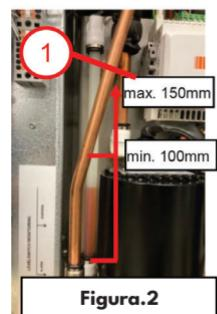

Figura.2
- Se il livello del refrigerante è al di sotto del livello di avviso (Figura.2 n.1), riempি il refrigerante secondo le istruzioni caso.2
- Controlla: Il livello del refrigerante deve essere come mostrato in Figura.2 n.1 (min. 100mm, max. 150mm).
- Il livello del liquido di raffreddamento deve essere minimo 100mm e massimo 150mm secondo quanto visibile tubo (Figura.2, n.1)
- Controlla: Il livello del liquido di raffreddamento deve essere come nella Figura.2 n.1. Se il livello del liquido di raffreddamento è inferiore a 100mm, riempire secondo le istruzioni nel caso 2.